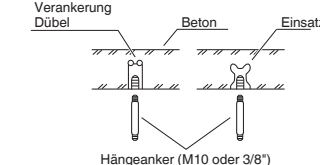

Abb. 3-59
- Hängeanker wie in der Abbildung gezeigt einsetzen. (Abb. 3-59) oder
- (2) Die Hängeanker hineindrehen, wobei diese aus der Decke herausragen müssen, wie in Abb. 3-59 gezeigt. (Nötigenfalls muss die Deckenverkleidung modifiziert werden.)